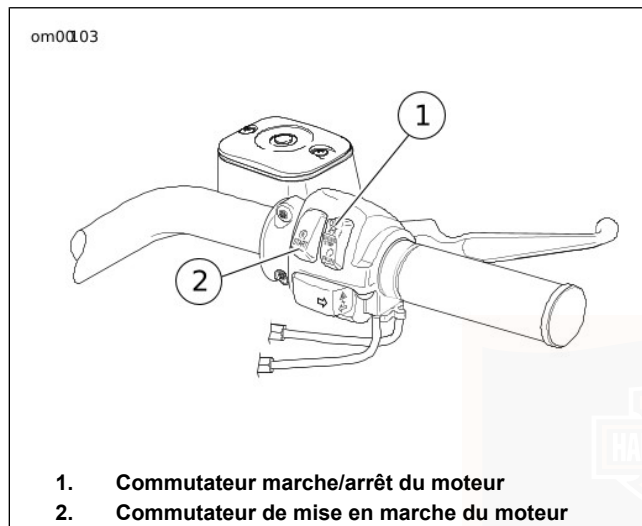

Figure 18. Commandes de droite du guidon
2. Voir la Figure 18. Mettre le commutateur de marche/arrêt en position MARCHE.